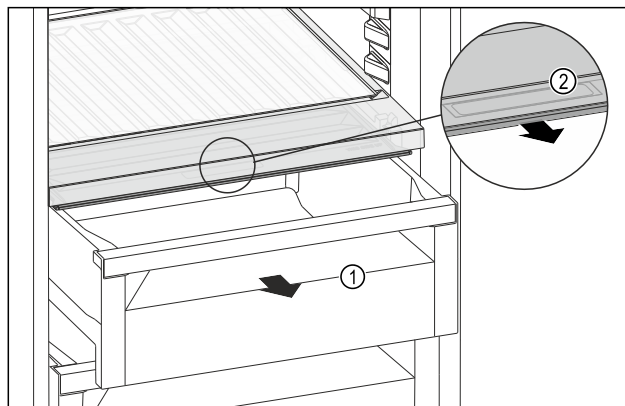

Fig. 251
- ▶ Zásuvku Fig. 251 (1) vytáhněte.
- ▶ Uchopte prohlubeň pro rukojeť Fig. 251 (2) na víku zásuvky a současně zatáhněte za víko zásuvky směrem dopředu.